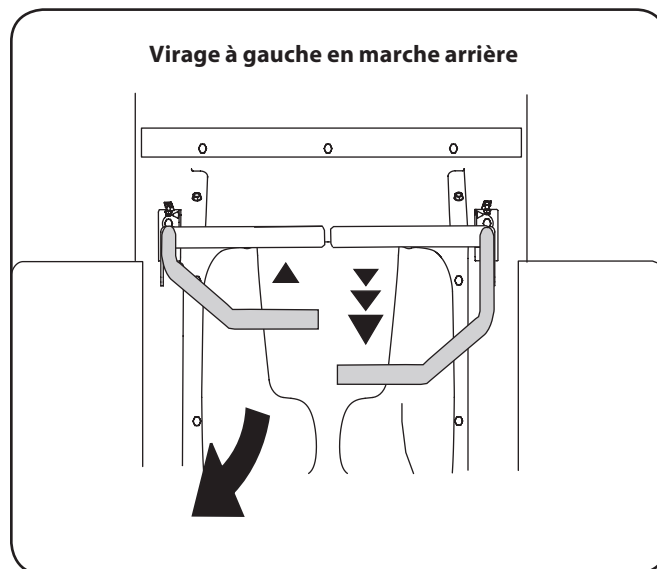

Figure 5-6
- Pour tourner à gauche en marche arrière, poussez la barre de conduite gauche vers l'avant et tirez la barre de conduite droite vers vous. Voir Figure 5-6.